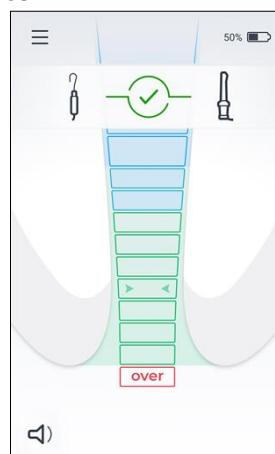

Fig. 4
3. O ícone “Teste de conexão do cabo” deve aparecer no ecrã – consulte a Fig. 4.